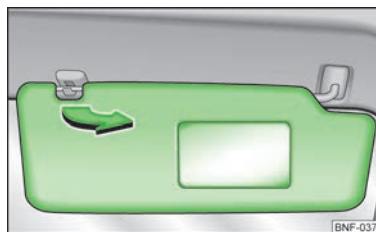

Fig. 29
- Extrageți parasolarul din suport și rotiți-l înspre geam, în sensul săgeții » fig. 29.